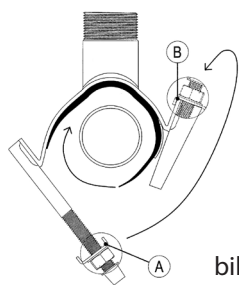

bild 2.
- Skruva upp muttrarna till änden av bulten utan att skruva av dem. Öppna oket och kräng det runt röret (bild 2) till lämplig position. På RS2 häktas ena sidans låsbeslag fast på fästkragens överdel.
- Häkt fast låsbeslaget, på RS2 det återstående beslaget, på fästkragens överdel (från A till B bild 2). Kontrollera att okbandet sitter korrekt och att okpackningen ligger an mot röret utan veck. Tryck ihop delarna och fäst muttrarna för hand.